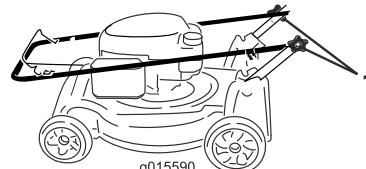

Рисунок 33
1. Ослабьте круглые рукоятки настолько, чтобы можно было свободно двигать верхнюю рукоятку (Рисунок 33).
2. Продвигните рукоятку вперед, как показано на Рисунок 33.